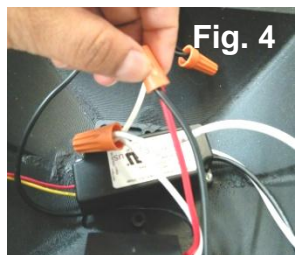

Fig. 4
6. Retire los **empalmes plásticos** conectando el controlador a la **lámpara** (Fig. 4).